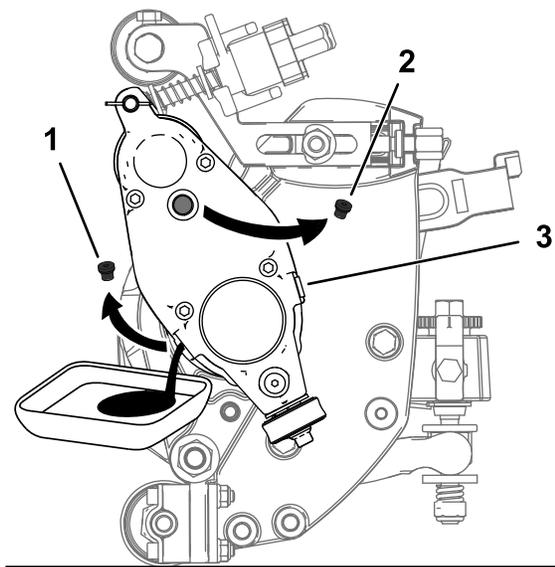

Bild 30
5. Kippen Sie die Schneideinheit vertikal, bis der Ablassanschluss unten ist, um ein komplettes Ablassen sicherzustellen (Bild 30).